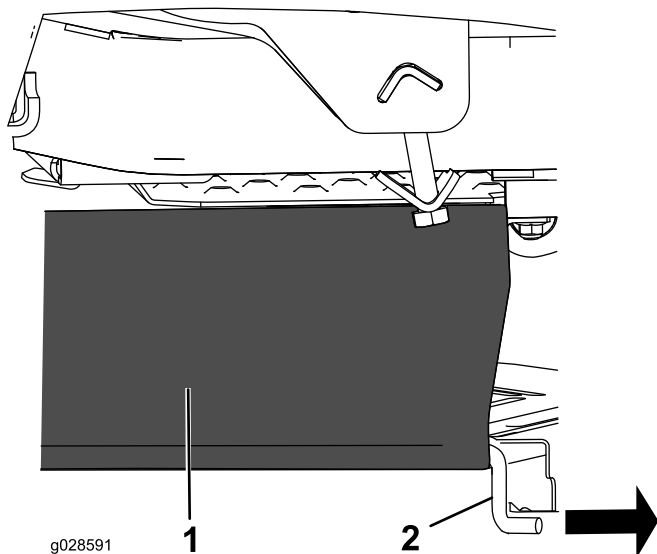

Figure 7
1. Glissez la tringle de support existante hors du rideau du plateau de coupe (Figure 7) ; conservez-la, elle vous servira si vous utilisez la machine sans le système de ramassage.